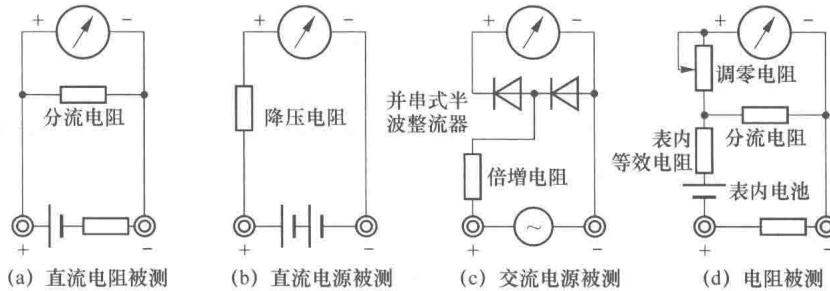

图 1-3 指针式万用表工作原理图
(1) 测直流电流原理。如图 1-3 (a) 所示, 在表头上并联一个适当的电阻(称为分流电阻)进行分流, 就可以扩展电流量程。改变分流电阻的阻值, 就能改变电流测量范围。指针式万用表的直流电流挡实际上是一个多量限的直流电流表。一般采用带闭路式分流器的电路。
(2) 测直流电压原理。如图 1-3 (b) 所示, 在表头上串联一个适当的电阻(称为倍增电阻)进行降压, 就可以扩展电压量程。改变倍增电阻的阻值, 就能改变电压的测量范围。指针式万用表的直流电压挡实质上是一个多量限的直流电压表。大多采用共用附加电阻的多量限直流电压表电路。
(3) 测交流电压原理。如图 1-3 (c) 所示, 因为表头是直流表, 所以, 测量交流时需加装一个并、串式半波整流器, 将交流进行整流变成直流后再通过表头, 这样就可以根据直流电的大小来测量交流电压。扩展交流电压量程的方法与直流电压量程相似。